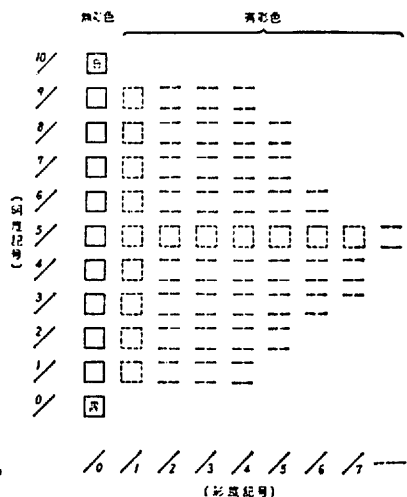

図2 等色相面における明度と彩度の関係
2) 明度 (V) —— これは無彩色を基準として、理想的な黒を0、理想的な白を10として、その間の明るさの感覚の差が等歩度になるように分割したものである。(図2)。
3) 彩度 (C) —— 図2に示すように無彩色を0として、さへかたの割合の増加にしたがって、等歩度に順次1, 2, 3……と記号を符す。
— 図 2 —
この種の破壊は挫屈と呼ばれる。比較的短い圧縮材（b）は、このように曲ることなく、ある荷重において圧縮破壊固有の滑り破壊（Ⅳ）を起す。さらに短い圧縮材（短柱）を圧縮すると、材軸方向に縮むと同時に、側方へ膨れる。しかしながら、両圧縮面である端面は、加圧板との摩擦のために膨れることができず、図2のⅡのように、試験体は太鼓形となる。短柱であるほど、破壊し難くなり、強さも大となる。このように、長さ寸法との関係は結果に大きい影響をおよぼす。